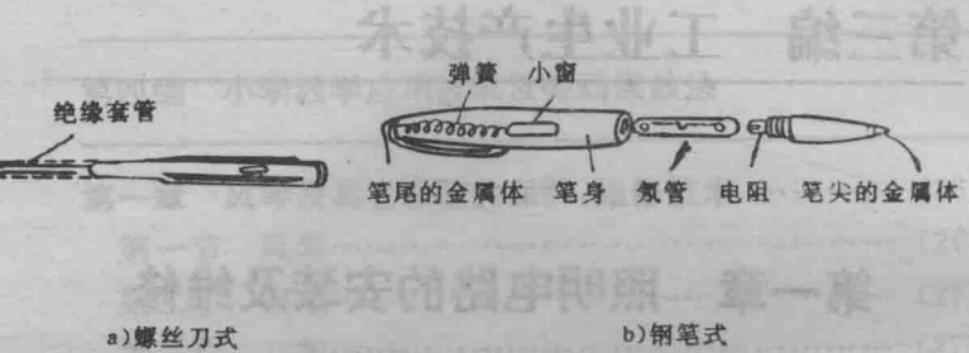

图 1-1 测电笔(试电笔)
在低压(500V 以下)电路中,用于测试电线、用电器是否带电和鉴别火线、零线的一种简单测试工具。它有钢笔式和螺丝刀式两种(图 1-1)。
(1) 构造: 它是由氖管(两端加上不低于 60V 电压时就能起辉)、碳精电阻、弹簧和笔身等组成(图 1-1)。
(2) 原理: 当测电笔的笔尖金属体与火线接触、笔尾的金属体与人手接触时,微弱的电流就从火线通过笔尖、电阻、氖管、弹簧、笔尾金属体、人体和地面构成通路,这时,氖管发光,表示电路中有电流通过。